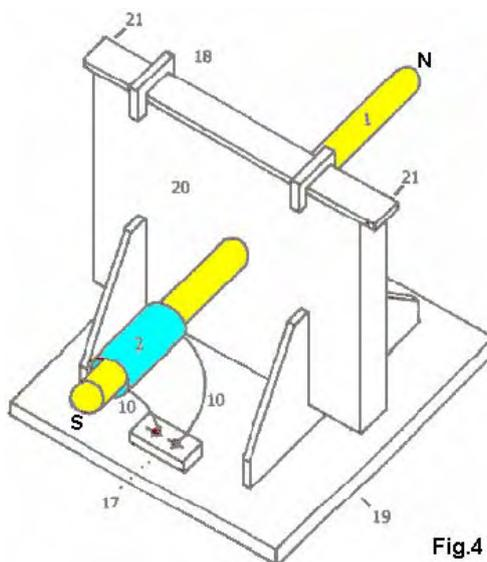

Fig.4
**Fig.4** показывает прототип производителя, сконструированный и полностью протестированный. 1 представляет собой металлический дипольный стержень, а 2 - резонансную высоковольтную индукционную катушку, соединенную через провода 10 с блоком 17 разъемов, что облегчает подключение её высоковольтного источника питания. Зажимы 18 удерживают верхний край пакета конденсаторов на месте, а 19 - это опорная плита с опорными кронштейнами, которые удерживают всё устройство на месте. 20 представляет собой корпус, который содержит пластины конденсатора, а 21 представляет собой точку, в которой выходная мощность от пластин конденсатора отводится и подается на инвертор постоянного тока.